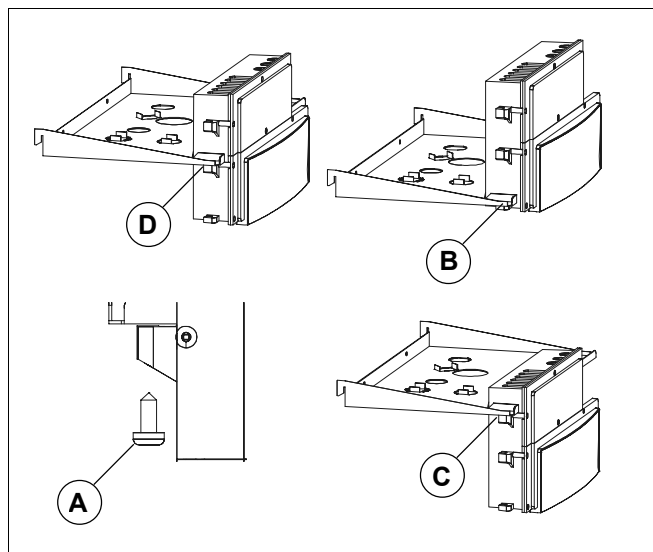

Fig. 34 Demontarea tabloului de deservire
Pentru ușurarea lucrărilor de întreținere, tabloul de deservire poate fi fixat, pe lângă poziția normală, (Fig. 34, **Poz. D**, pagina 37) și într-o poziție mai ridicată sau mai joasă.
- Pentru racordul hidraulic fixați tabloul de deservire pe poziția înaltă. Deșurubați cele 3 (Fig. 34, **Poz. A**, pagina 37) șuruburi de la tabloul de deservire și îndreptați tabloul de deservire către găurile adânci (Fig. 34, **Poz. B**, pagina 37) și fixați-l acolo.
Pentru instalarea unei asemenea componente este necesar ca tabloul de deservire să fie fixat pe poziția de jos (Fig. 34).
- Îndepărtați cele 3 șuruburi de strângere (Fig. 34, **Poz. A**). Două se află pe lateral iar unul se află în partea din spate a tabloului de deservire. Apoi îndreptați tabloul de deservire către găurile de sus (Fig. 34, **Poz. C**, pagina 37) și fixați panoul de comandă.